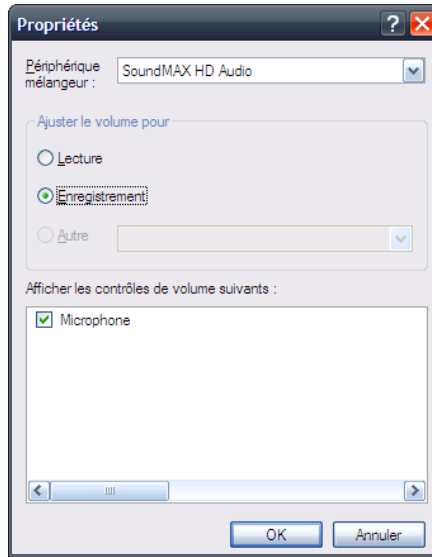

Fig 1.3
- 5) Retournez au menu « Option->Propriétés » et sélectionner le canal qui sera utilisé pour l'enregistrement. Cliquer ok. Cf fig 1.3